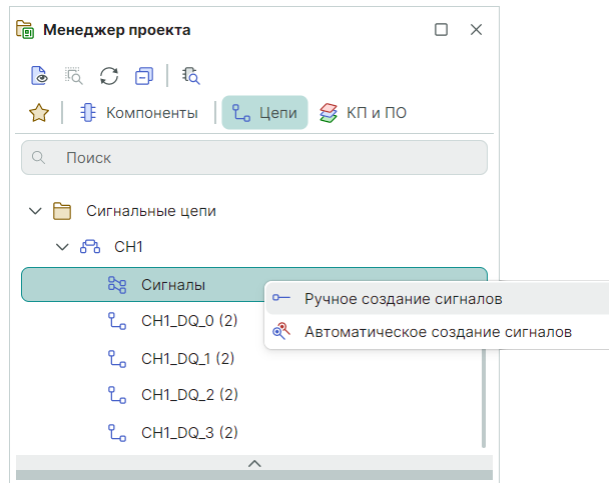

Рис. 362 Создание сигнала для выбранной сигнальной цепи в ручном режиме
2. В панели «Менеджер проекта» → «Сигнальные цепи» выберите созданную сигнальную цепь, установите курсор на пункт «Сигналы», вызовите контекстное меню и выберите пункт «Ручное создание сигналов», см. Рис. 362.